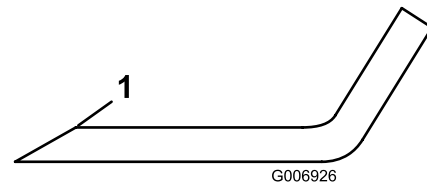

図 16
- 全部のブレードの切っ先を丁寧に点検する。切っ先が鈍くなっていたり欠けていたりした場合には研磨する。研磨は刃先の上面だけに行い、刃の元々の角度を変えないように十分注意する（図 16）。ブレードの左右を均等に削れば、バランスを狂わすことなく研磨を行うことができる。